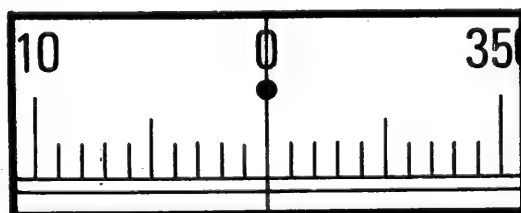

図4.4
- 2) A点を視準し、水平目盛盤窓⑪を見ながら水平目盛盤回転リング⑩を回して0°に合わせます。(図4.4)